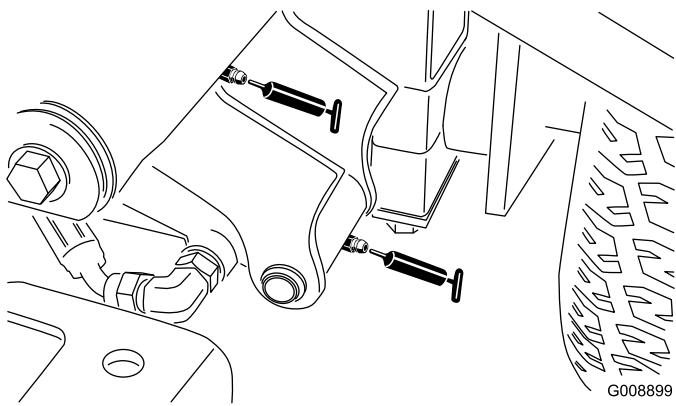

**Figura 35**
- Pivote y cilindro de elevación del brazo de elevación delantero izquierdo (2) (Figura 35)